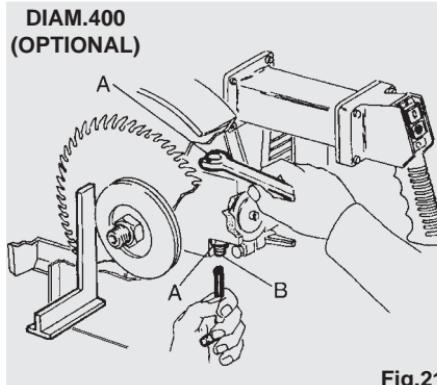

Fig.21
Med en vinkel kontrolleres det at savklingen er nøjagtigt lodret i forhold til planet (se fig.21). Hvis ikke, skal den justeres med en 13 mm nøgle på møtrikkerne (A) og en unbrakonøgle stifterne (B). Den øverste stift spændes, og den nederste løs-nes (eller omvendt). Når klingen er nøjagtigt lodret i forhold til planet, låses stifterne ved at møtrikkerne (A) spændes.